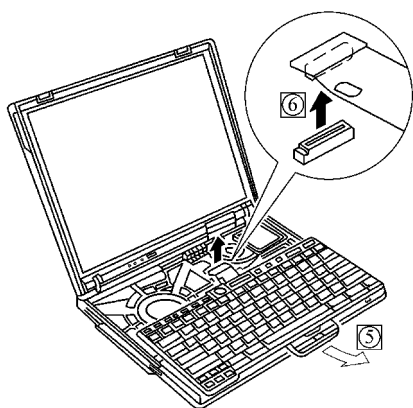

图 6-11 取出键盘
(3) 按箭头“⑥”方向取下键盘与主板的连线后，即可按箭头“⑤”方向移出键盘，如图 6-11 所示。